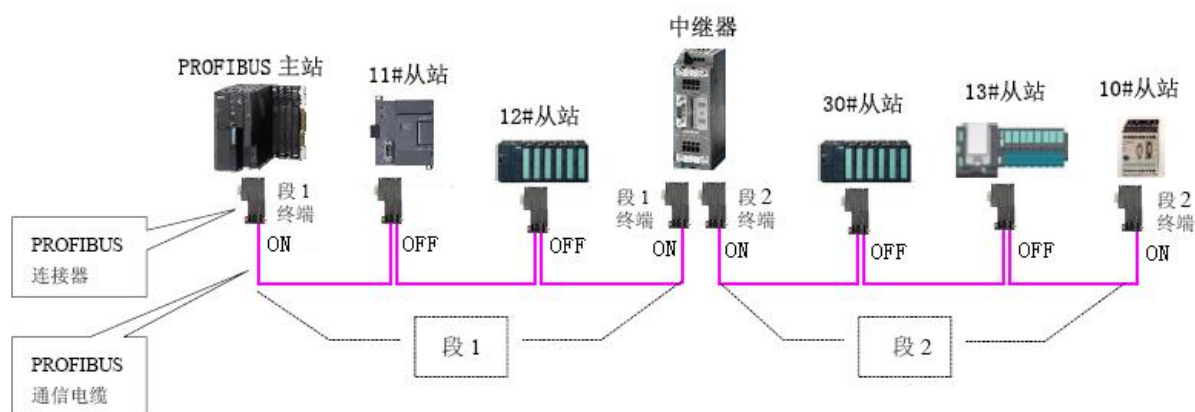
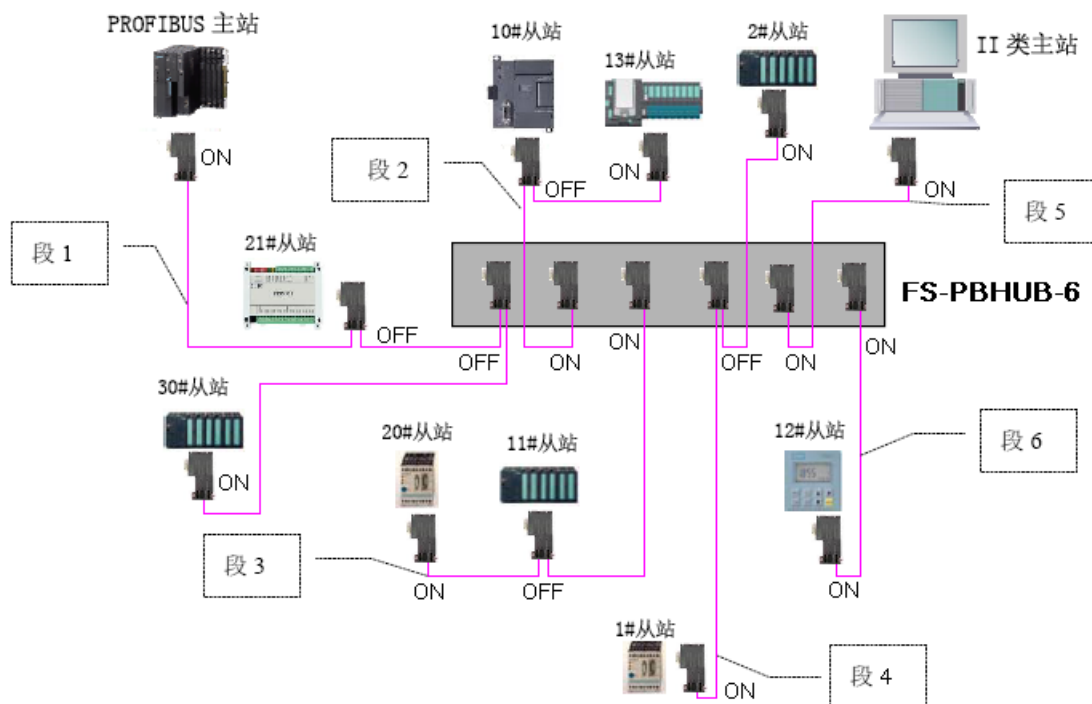

图 1-1 PROFIBUS 现场总线采用总线型网络拓扑结构
图2-1 用集线器实现PROFIBUS星形和混合型网络拓扑结构
1、PROFIBUS标准规定RS485信号传输时，采用总线型的网络拓扑结构，并提出了网络段、终端、中继器、连接器等网络部件和概念，如图1-1所示，中继器将总线分割为段1和段2二个网络段，每个网络段的头和尾称为终端。
1、集线器功能：改变PROFIBUS网络总线型拓扑结构，实现星形及混合型的网络结构，方便布线。采用PROFIBUS专用电缆、专用插头来实现站点之间的总线形连接是非常方便的（见图1-1），但很难实现PROFIBUS的星形及混合型拓扑结构的网络要求。PROFIBUS集线器可方便实现PROFIBUS的星形及混合形结构，见图2-1。